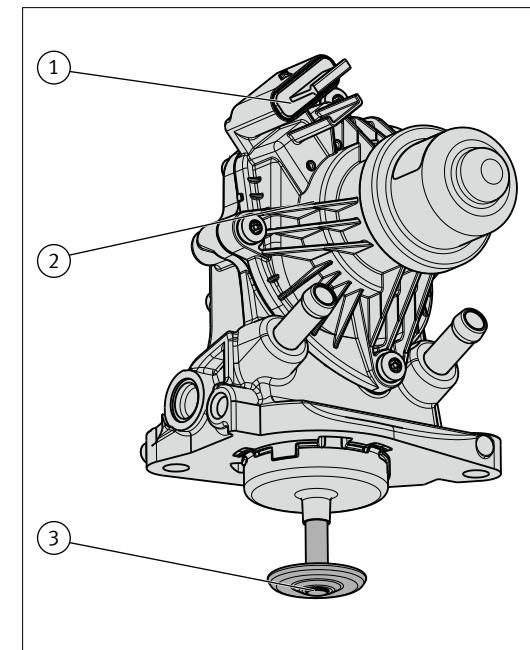

Abb. 1/Fig. 1/Puc. 1/图1
- Branchez la fiche de connexion à la prise (1) du boîtier de la vanne EGR (Fig. 1) avant de procéder au montage.
- Selectionnez la fonction de service « Remplacement de la vanne EGR ». La vanne EGR est à présent alimentée en courant. Ceci se constate par le fait que la face de la soupape (3) est légèrement aspirée dans le boîtier de la vanne (2).
- Соедините перед монтажом разъем электрического соединения и штекер корпуса (1) клапана системы EGR (рис. 1).
- Таким образом к клапану системы EGR подается напряжение. Это распознается по тому, что головка клапана (3) незначительно втягивается в корпус клапана (2).